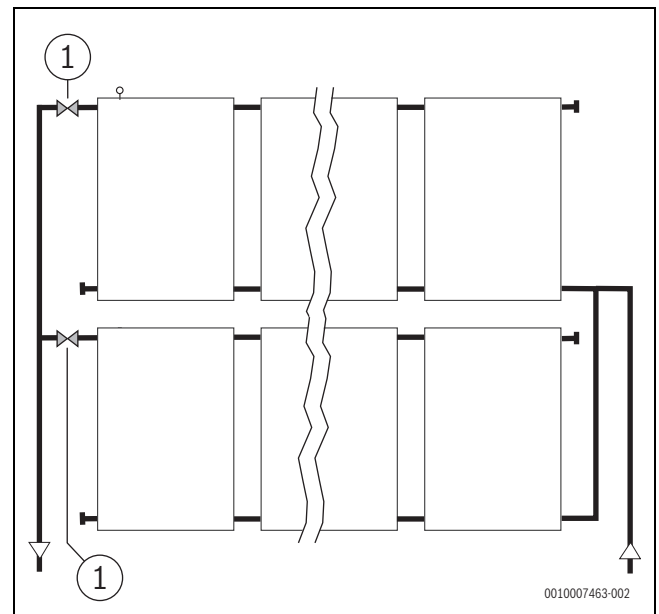

Bild 180 Spülen von parallel geschalteten Kollektorfeldern
- Im Vorlauf glykol- und temperaturbeständige Absperrarmaturen (→ Bild 180, [1]) montieren.